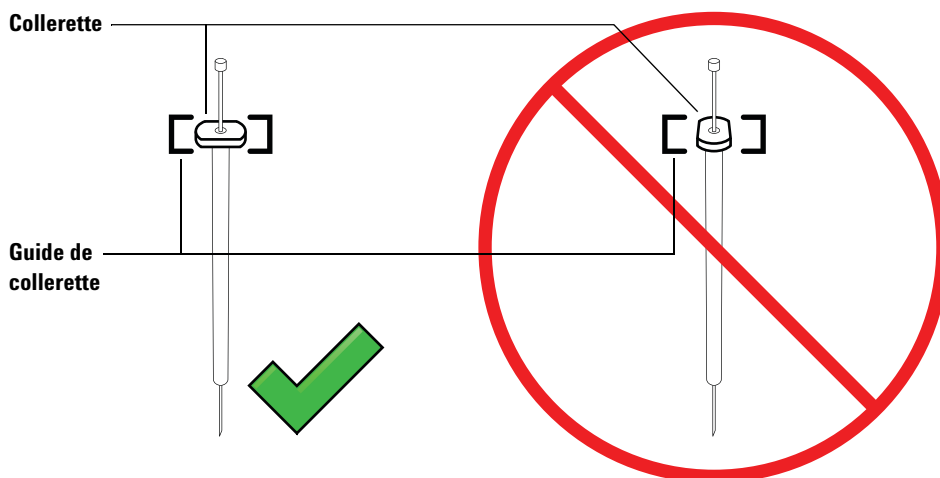

Figure 52 Orientation de la collerette de la seringue
- 7 Alignez la collerette de la seringue avec le guide de collerette, puis appuyez sur la seringue pour la mettre en place tout en maintenant l'extrémité de l'aiguille dans l'orifice de guidage du pied du support d'aiguille. Assurez-vous que le côté plat de la collerette de la seringue soit visible (Figure 52).